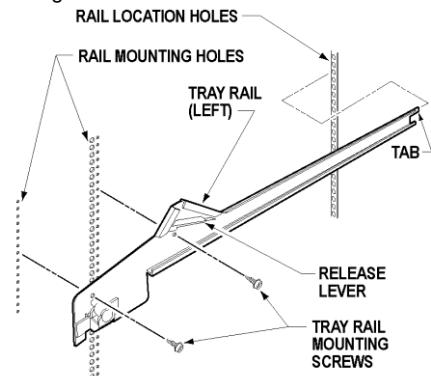

Figura 4: Rieles de charola
- Localice las palancas de liberación en los rieles derecho e izquierdo. (Ver figura 4) mueva las palancas de liberación todo hasta arriba para desenganchar.